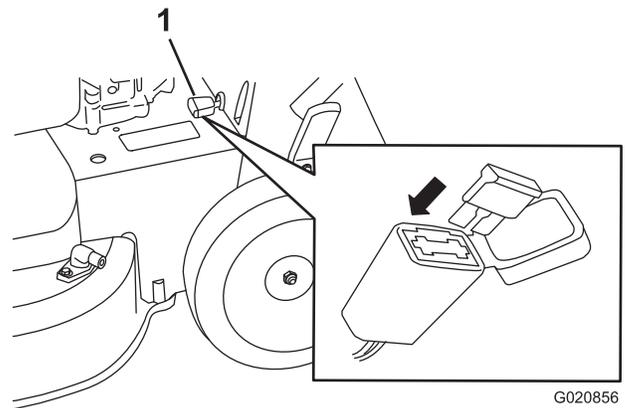

Figure 34
1. Ouvrez le porte-fusible hermétique et remplacez le fusible (Figure 34).